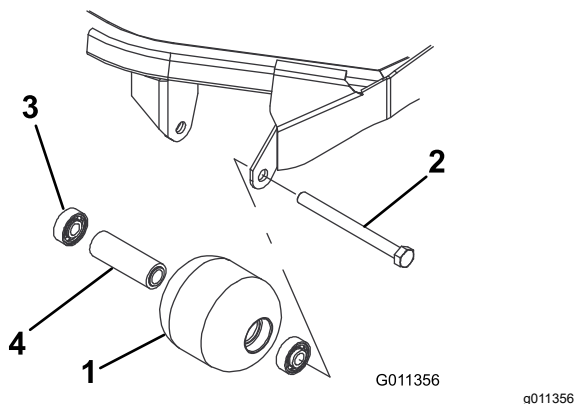

Рисунок 82
1. Снимите болт крепления валика (Рисунок 82).
4. Осмотрите корпус, подшипники и распорную втулку подшипника валика на наличие повреждений (Рисунок 82). Замените все поврежденные компоненты и соберите их.
1. Запрессуйте передний подшипник в корпус валика (Рисунок 82). Прикладывайте усилие только к наружному кольцу или одинаковое усилие к внутреннему и наружному кольцам.
2. Вставьте втулку подшипника (Рисунок 82).
3. Запрессуйте второй подшипник в корпус валика (Рисунок 82). Запрессуйте, нажимая с одинаковым усилием на внутреннее и наружное кольца до тех пор, пока внутреннее кольцо не войдет в контакт с проставкой.